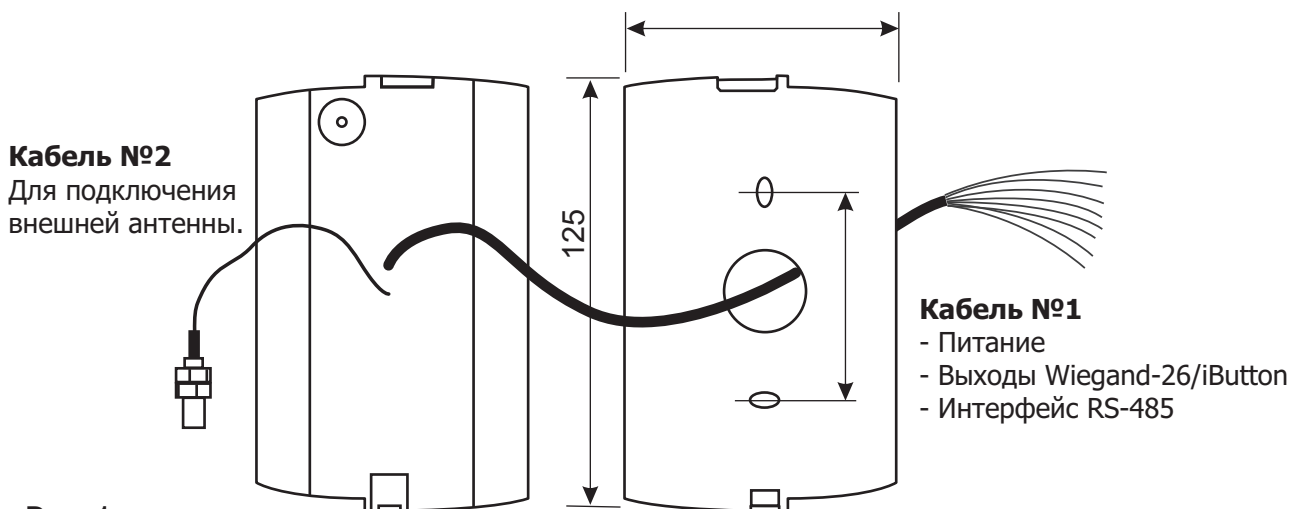

Рис.1
1. Разметьте и просверлите отверстия для крепления под размер отверстий считывателя (см. Рис.1).